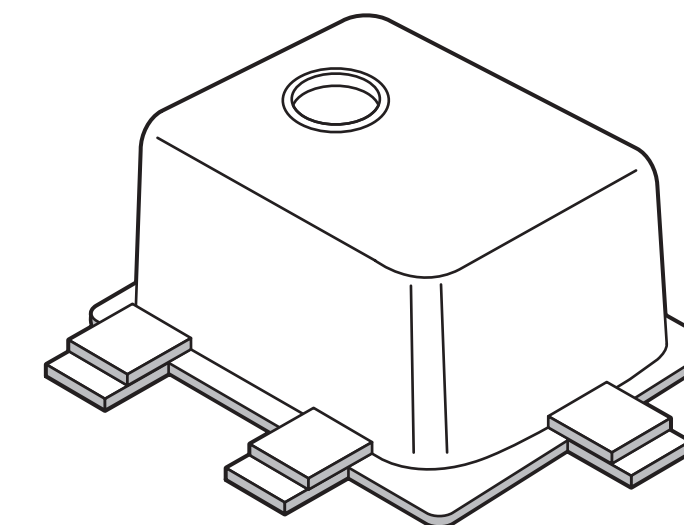

Fig. 2
**Support blocks** – Made from wood, solid surface material or plastic, these blocks are adhered using epoxy around the cut-out opening to the underside of the solid surface countertop. The blocks are offset from the opening to accommodate the sink rim. The blocks need to be the same thickness as the sink. A bead of epoxy/silicone is applied around the edge of the sink and the sink is positioned below the cut-out opening. Two-by-fours, adjustable extension rods or spreaders are used to support the sink while the adhesive cures. Next, blocks are mounted using epoxy to straddle the existing blocks and sink rim. (see figure 2)
**Blocs d'appui** – Faits de bois, de matériau massif ou de plastique, ces blocs sont fixés au moyen d'époxie autour de l'ouverture découpée sur la face inférieure du plan de travail à matériau massif. Les blocs sont décalés de l'ouverture pour s'adapter au bord de l'évier. Ils doivent être de la même épaisseur que l'évier. Un cordon d'époxie ou de silicone est appliqué tout autour du bord de l'évier et l'évier est mis en place sous l'ouverture découpée. Des colombages, des tiges de rallonge réglables ou des cales servent à soutenir l'évier pendant que l'adhésif durcit. Ensuite, on fixe des blocs à l'époxie pour stabiliser les blocs existants et le bord de l'évier. (Voir la figure 2)